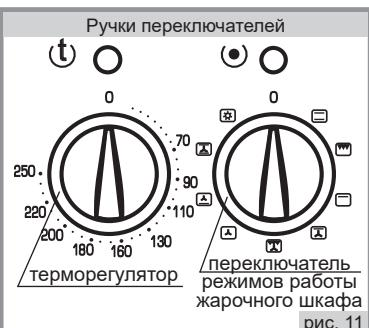

рис. 11
■ Установка рабочей температуры в жарочном шкафу обеспечивается терморегулятором, который задает необходимую температуру (рис.11). Значения температур указаны на панели управления и являются ориентировочными, могут колебаться в пределах $\pm 15^{\circ}\text{C}$.
■ Для включения нагревательных элементов необходимо повернуть по часовой стрелке ручку терморегулятора (рис.11) и установить выбранный температурный режим. При этом над ручкой загорается желтая сигнальная лампочка.